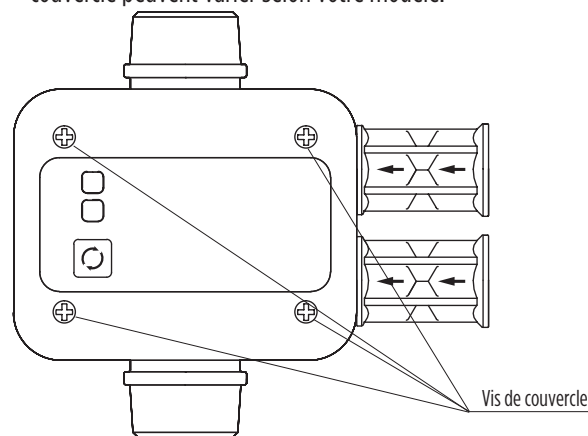

Figure 6
4. Retirez le couvercle du dispositif en retirant les vis, comme illustré à la figure 6. Les caractéristiques et l'étiquette du couvercle peuvent varier selon votre modèle.